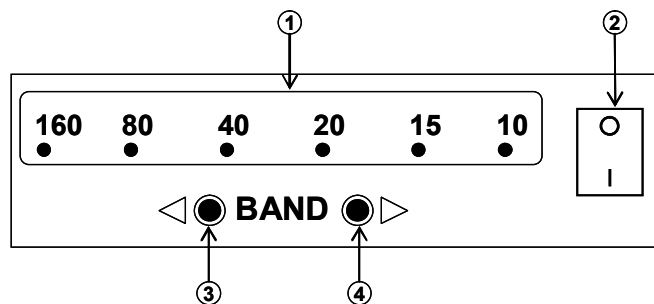

рис. 1
В первом режиме – переключение антенн осуществляется вручную самим оператором. Для этого на передней панели пульта есть две кнопки (3,4 см. рис. 1) – «переключение влево» и «переключение вправо». Этот режим поддерживается всегда, не зависимо от того, подключен трансивер к ПУ или нет.
1. Выключите ПУ, т.е. клавишу включения питания (2) рис. 1 в положение ВЫКЛ.
2. Нажмите одновременно на обе кнопки переключения диапазонов (3,4 рис. 1) и, удерживая их в нажатом состоянии, включить клавишу питания в положение ВКЛ.